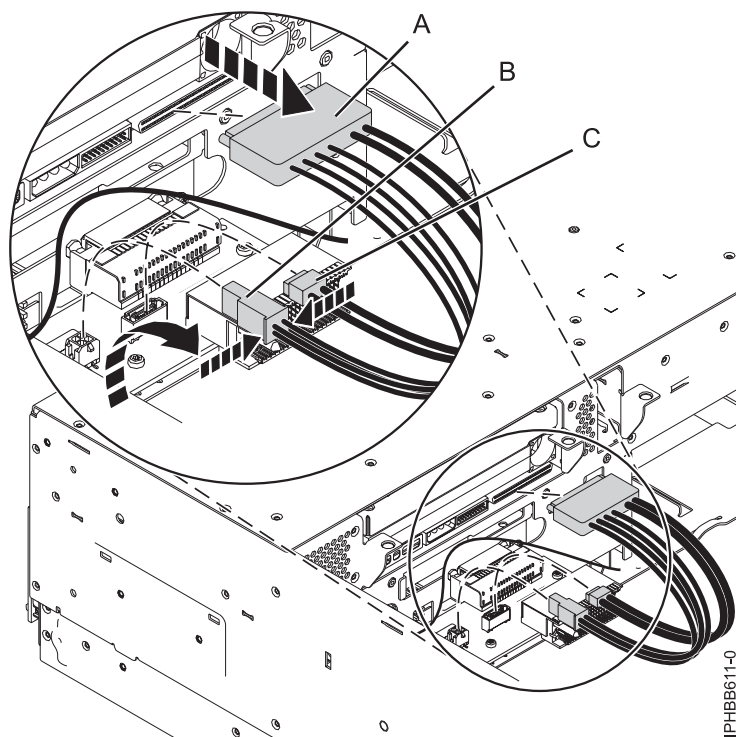

Figura 5. Desconectar los cables de dispositivos de soporte de la placa posterior de la unidad de disco
11. Desconecte los cables de la parte posterior de la placa posterior de la unidad de disco, como se muestra en la Figura 5. Si ha conectado un cable SAS externo, asegúrese de desconectar el cable SAS de la placa posterior de la unidad de disco. Para obtener más información sobre el puerto SAS externo, consulte Instalación del puerto SAS externo en 8233-E8B o 8236-E8C.